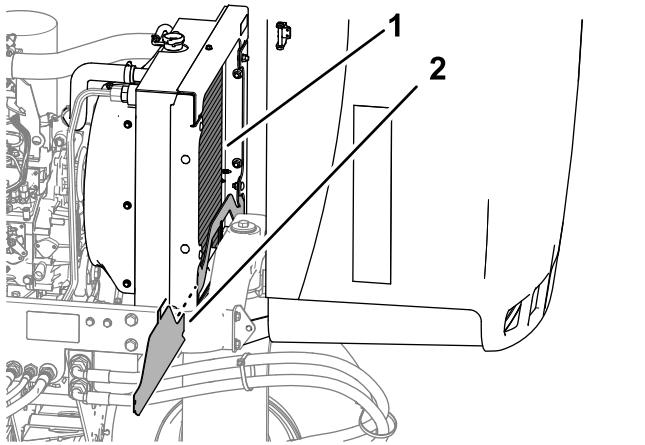

Figura 82
4. Rimuovete il carter del radiatore inferiore (Figura 82).
5. Pulite accuratamente con acqua o aria compressa entrambi i lati dell'area del radiatore (Figura 82).